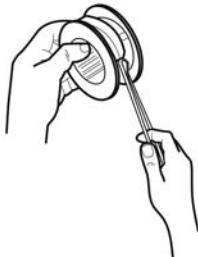

Fig. 33
- > Corte una nueva línea de nylon de 6 m de largo con un diámetro de 2,4 mm. Forme un lazo en el centro de la línea e inserte este lazo en el gancho del carrete (Fig. 33).